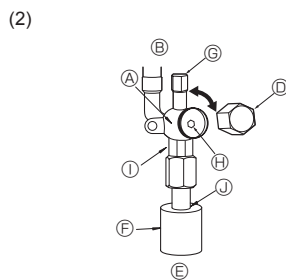

Fig. 4-7
- ① Remova a cápsula, puxe a alavanca na sua direcção e gire 1/4 de volta no sentido contrário aos ponteiros do relógio para abrir.
- ② Certifique-se de que a válvula de paragem esteja completamente aberta, empurre a alavanca e gire a cápsula de volta à sua posição original.
(2) Lado do líquido (Fig. 4-7)
- ① Retire a tampa e rode a válvula para a esquerda o máximo que puder com uma chave sextavada de 4 mm. Pare de rodar quando esta alcançar o batente. (Ø9,52: Aproximadamente 10 rotações)